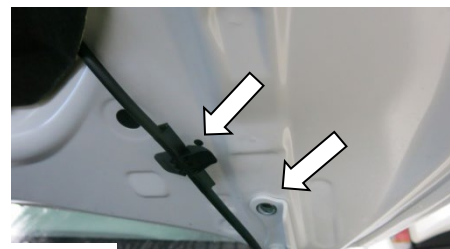

Рис.6
6. Торцевой головкой №12 выкрутить верхний болт крепления капота. Извлечь пластиковую направляющую трубки стеклоомывателя, (Рис.6).